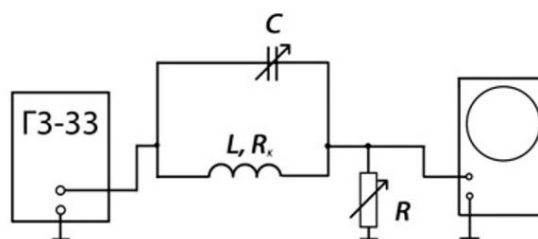

Рис. 10.3.
Схема установки для изучения резонанса токов показана на рис. 10.3. В этом случае катушка, конденсатор и генератор соединены параллельно. В цепь питания контура включено измерительное сопротивление  $R$  (декада сопротивлений), падение напряжения на котором пропорционально силе тока до разветвления и измеряется осциллографом.
*Соберите* измерительную цепь в соответствии с рис. 10.3. Для этого *соедините* конденсатор  $C_1$  и катушку параллельно. *Подключите* одну из точек соединения к верхнему зажиму «Выход» генератора, а вторую – через декаду сопротивлений к среднему зажиму «Выход». *Подключите* вход «У» осциллографа к зажимам декады, соблюдая полярность.